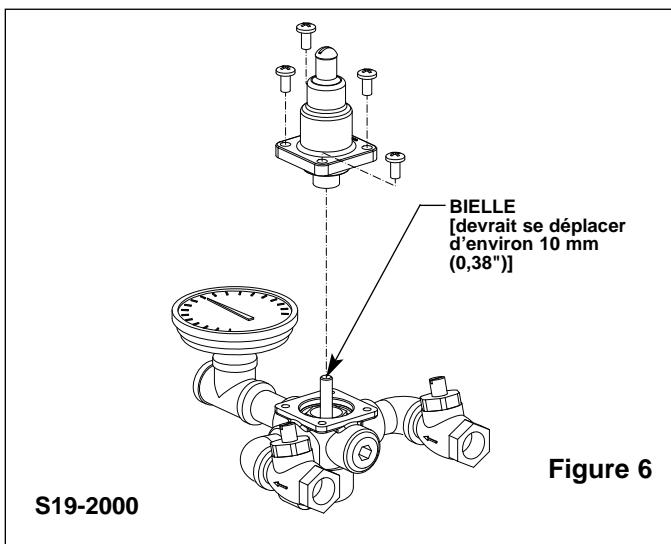

Figure 6
2. Abaisser la bielle [devrait se déplacer d'environ 10 mm (0,38")] (voir Figure 6). Si le mouvement n'est pas ce qu'il devrait être, la course du piston ne se fait pas librement et nécessite un nettoyage, de même que la chemise du piston. Nettoyer le piston et sa chemise selon la méthode suivante :